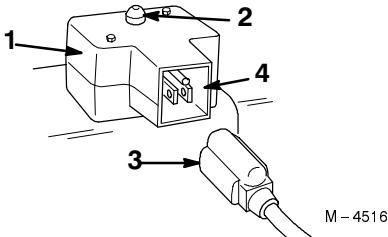

Figure 17
- **Démarreur électrique** (Fig. 17)—Poussez sur le bouton du démarreur pour mettre le moteur en marche.
- **Cordon d'alimentation** (Fig. 17)—Connectez le cordon au démarreur électrique et branchez-le dans une prise de courant avant de mettre le moteur en marche.
A. Raccorder le cordon d'alimentation à la déneigeuse (Fig. 17) et le brancher dans une prise de courant standard.
B. Poussez sur le bouton du démarreur (Fig. 17).